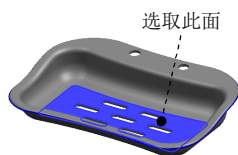

图 1.25 定义种子面
Step3. 定义种子面。选取如图 1.25 所示的面为种子面。